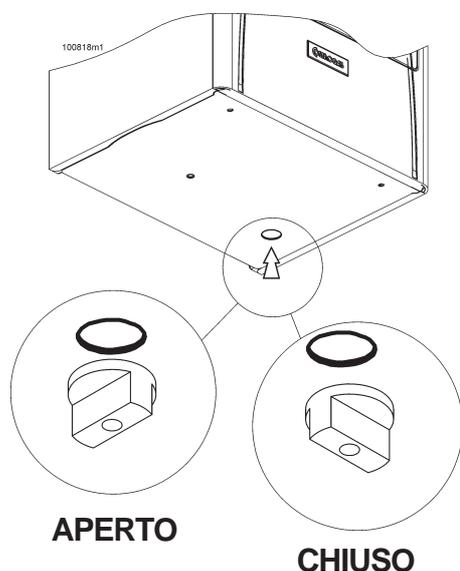

Figura 36 - Rubinetto di carico
- Aprire il rubinetto di carico (vedi figura 36) per un quarto di giro in senso antiorario;
- Chiudere il rubinetto di carico (vedi figura 36) per un quarto di giro in senso orario.
ATTENZIONE !!! Durante il normale funzionamento dell'impianto il rubinetto di carico (vedi figura 36) deve rimanere sempre in posizione di chiusura. Se, col tempo, la pressione scende, ripristinare il valore corretto. Nel primo mese di funzionamento può essere necessario ripetere più volte questa operazione per togliere eventuali bolle d'aria presenti.